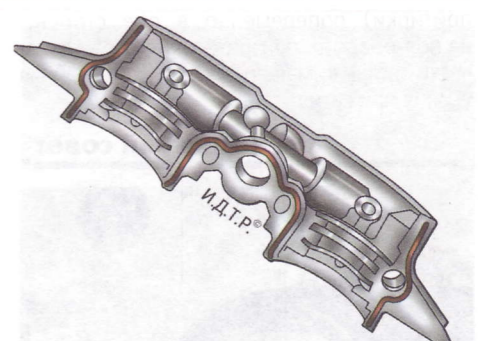

Рис. 5.16. Места нанесения герметика на суппорт VCT
11. Установите суппорт VCT, предварительно нанеся герметик на его поверхности, показанные на рис. 5.16.
15. Установите суппорт VCT, предварительно нанеся герметик на его поверхности, показанные на рис. 5.16.